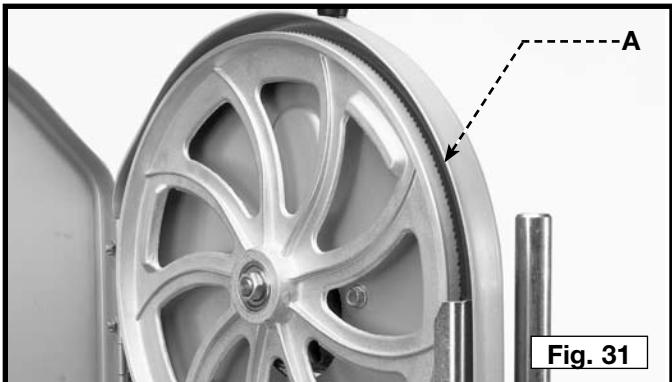
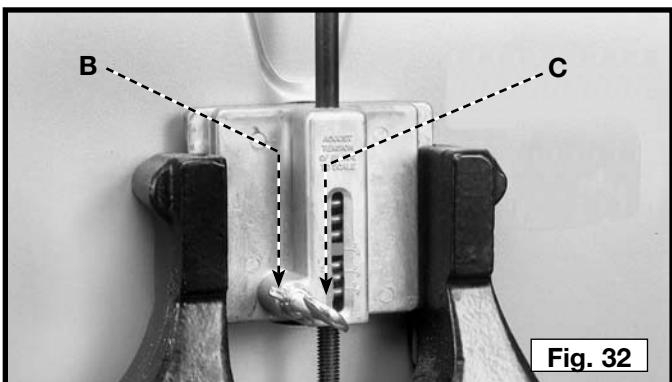

Fig. 31
Fig. 32
Une fois la lame tendue, tourner doucement vers l'avant, les roues à la main, et observer le déplacement de la lame. La lame (A) fig. 31, devrait tourner au centre du bandage supérieur. Si la lame se déplace vers le bord avant, desserrer l'écrou papillon (B) fig. 32, et tourner la vis de serrage (C) en sens horaire. Ceci entraînera la lame vers le centre du bandage. Si la lame se déplace vers le bord arrière, tourner la vis de serrage en sens antihoraire. Ajuster la vis de serrage (C) fig. 32, seulement d'une fraction de tour à la fois.
Une fois la lame au centre des bandages serrer l'écrou papillon (B) fig. 32.